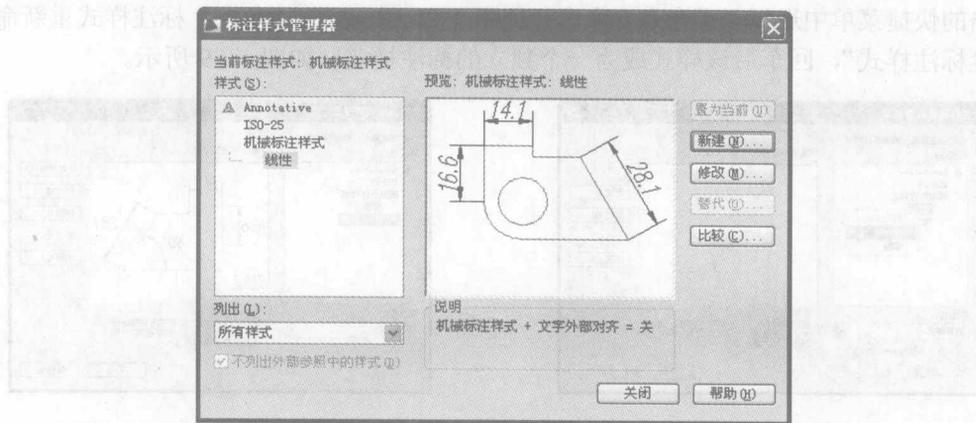

图 1-25 创建适用于“线性”的标注样式
3) 单击“确定”按钮，返回“标注样式管理器”对话框，在“机械标注样式”中增加了适用于“线性”的标注样式，如图 1-25 所示。